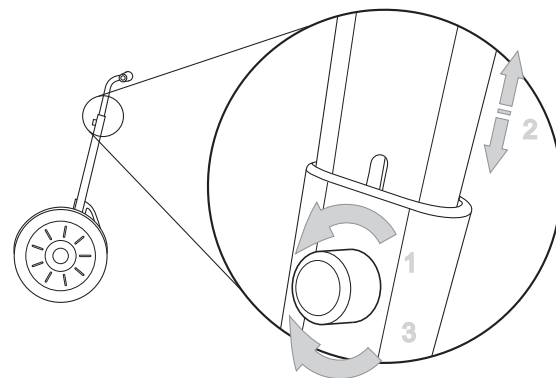

Figura 9: regolazione dell'altezza del manubrio
1. Togliere la vite di regolazione dell'altezza girandola in senso antiorario (vedere la **Figura 9** a pagina 21).